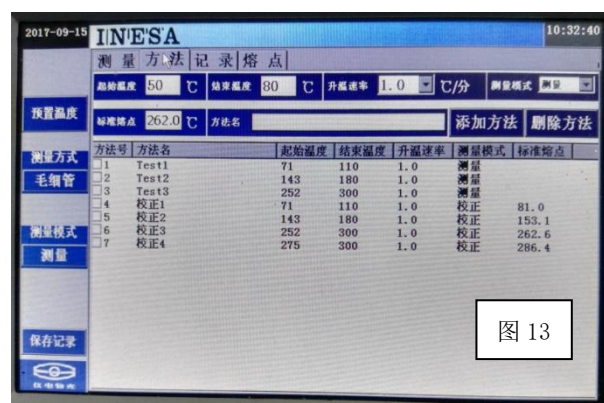

图 13
1. 校正之前，用户必须先设定需要校正的标准熔点。选择“方法”标签，显示如下界面（图 13）。